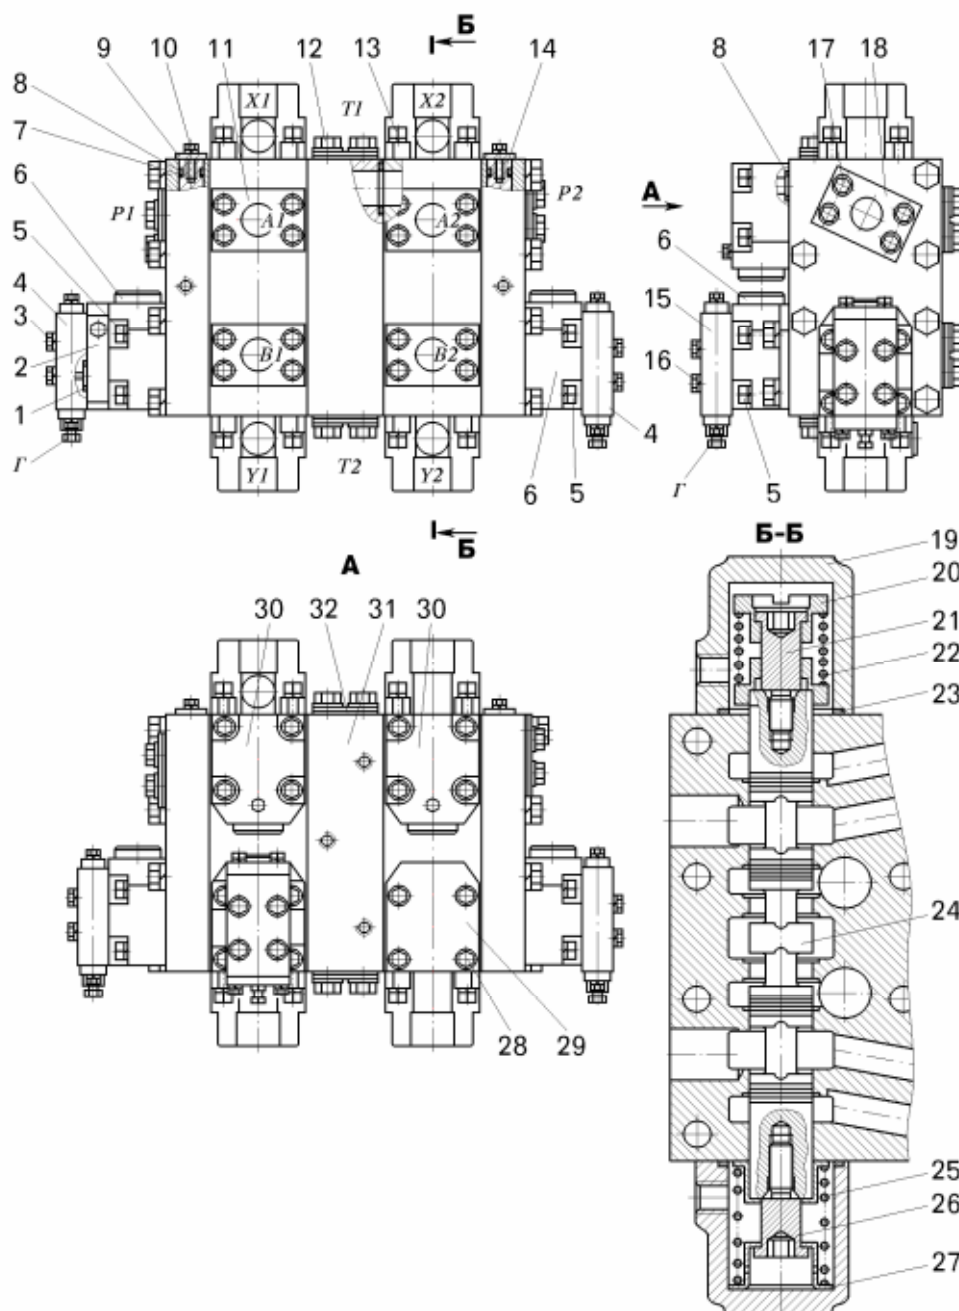

Рисунок 14.6 – Панель управления:
- отвернуть болты 12 и снять с корпуса пластины 11, 18, 32 (рисунок 14.6);